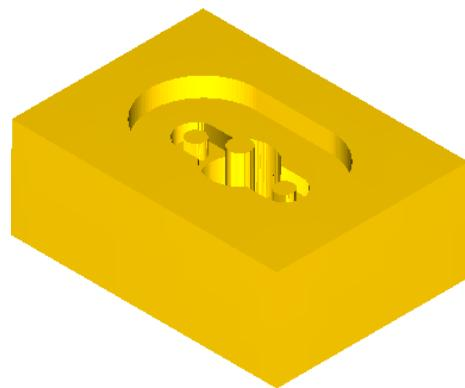

图 12-68 实体验证
⑦ 实体验证。单击“刀具操作管理器”中的  按钮，即可使用相关的命令完成工件的加工仿真，如图 12-68 所示。